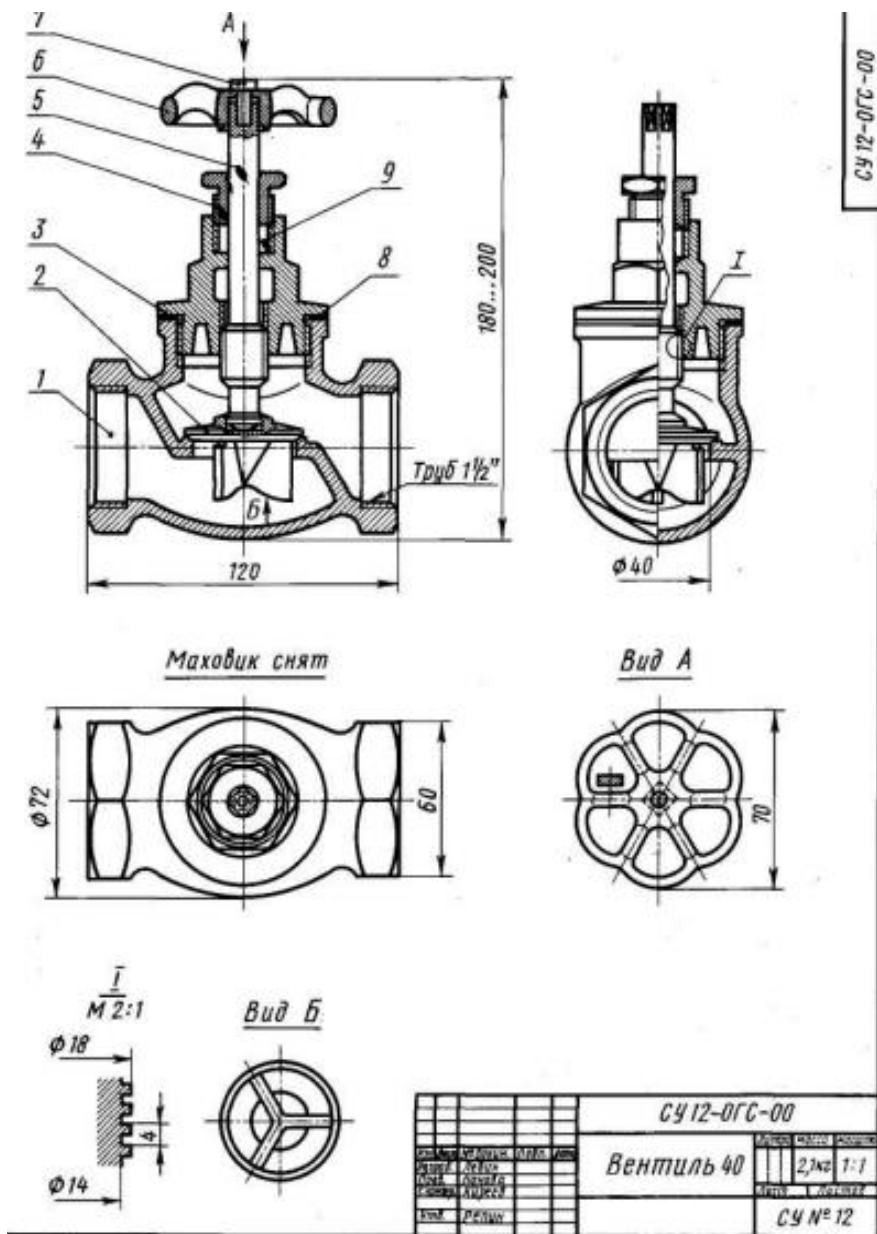

Рисунок 5
- 20.** Определите какие виды и разрезы представлены на чертеже рисунок 5
- 21.** Определите по чертежам ( рисунок 5, рисунок 6) состав сборочного чертежа